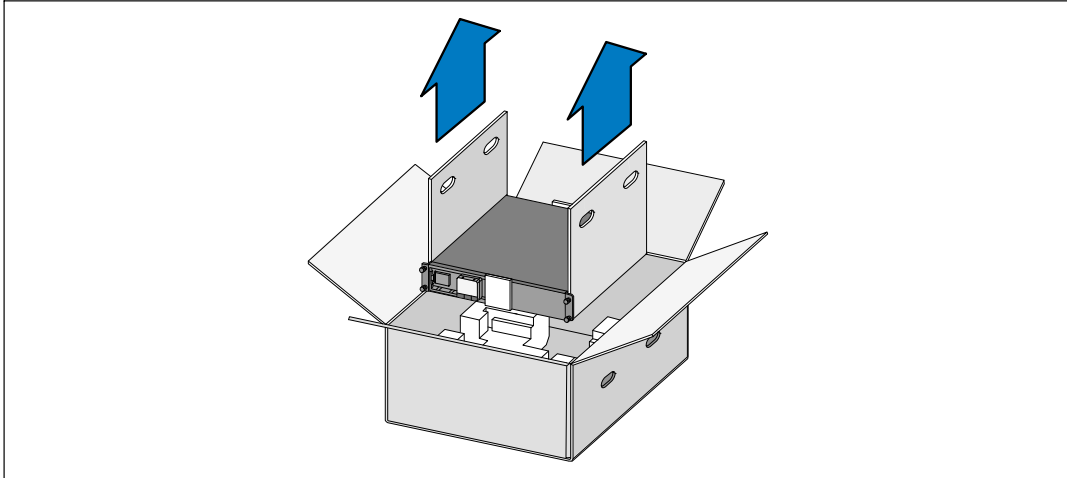

Figure 3. Levage du Module
- 2 Avec une personne de chaque côté, levez soigneusement le module hors du carton extérieur en utilisant les poignées du carton et posez-le sur une surface plane et stable (voir Figure 3).